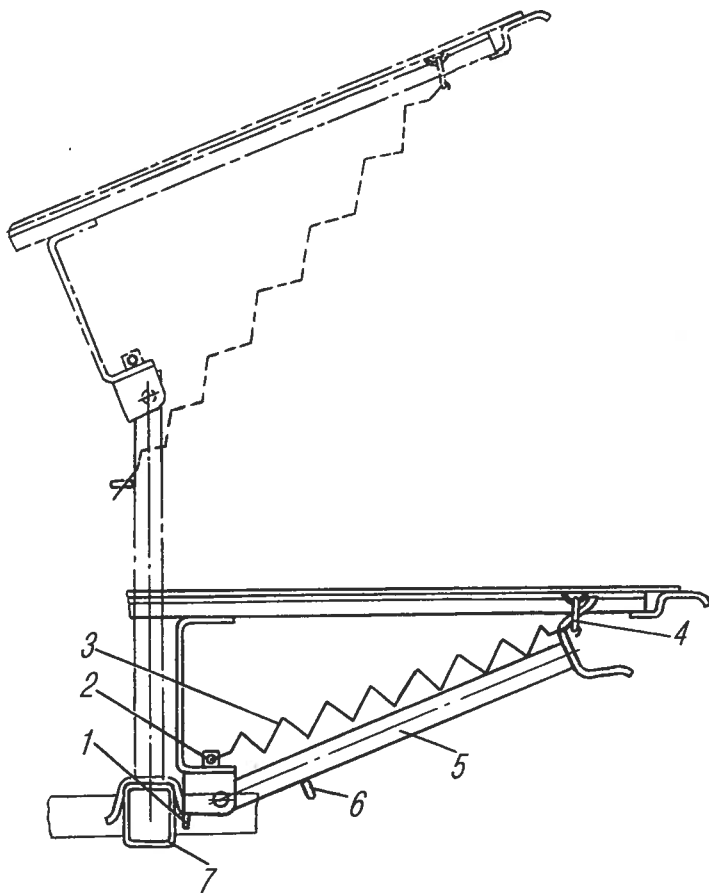

Рис. 98. Установка страховочного упора:
Для исключения самопроизвольного опускания поднятой платформы при проведении ремонтных работ на основании платформы имеется страховочный упор (рис. 98).
**Обслуживание платформы.** Платформа является составной частью сложного кинематического механизма самосвальной установки. Перед проведением работ под поднятой платформой установить платформу на страховочный упор 5 (см.рис. 98), для чего нужно снять кольцо 4 с упора и поднять платформу. При